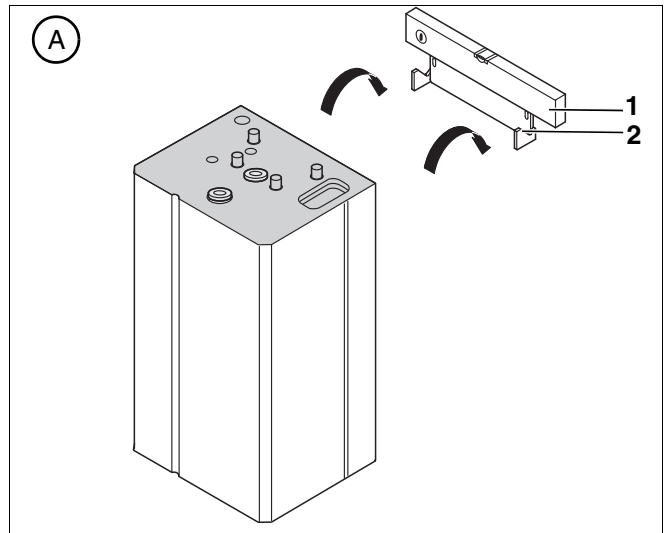

Fig. 5 Suspendre le préparateur d'ECS (raccord en haut)
- ▶ En cas de montage mural, marquer les trous des chevilles (fig. 5).
- ▶ Accrocher le réservoir selon le raccord en haut, avec les deux trous sur les crochets de la console de suspension (fig. 5).